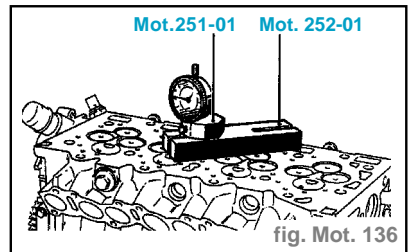

fig. Mot. 136
- mettre en place les rondelles d'embase (4) des ressorts.
- placer les joints d'étanchéité (5) sur les guides de soupapes (2).
- placer au fur et à mesure les soupapes neuves (3).
- les ressorts (6) (identiques pour l'admission et l'échappement).
- les coupelles (7),
- placer les demi-bagues (8) (identiques pour les soupapes d'admission et d'échappement).
- Vérifier la cote de retrait des soupapes par rapport au plan de joint de culasse à l'aide des outils **Mot. 251-01** et **Mot. 252-01**. (fig. Mot. 136)